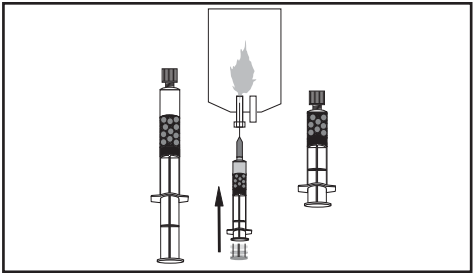

Abbildung 6.
- 5.2 Eine sterile Filternadel an der Applikationsspritze anbringen. Dabei die Applikationsspritze aufrecht halten und darauf achten, die abgesetzten Mikrosphären nicht zu bewegen. Die Filternadel nach oben halten und einen Teil des Überstands ausstoßen (Abbildung 6). Darauf achten, dass ausreichend Überstand in der Applikationsspritze verbleibt, um die Mikrosphären zu bedecken.